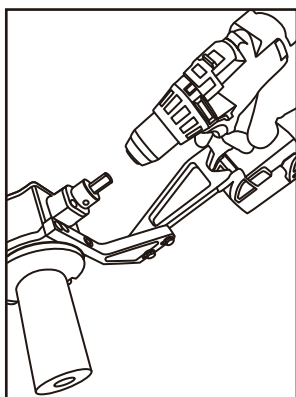

Fig. 1
1. Afloje el mandril del taladro manual para recibir el eje de entrada (3) del extractor.
2. Alinee el mango del taladro manual con el soporte de perforación ajustable (2) e instálelo en el adaptador del mandril del eje de entrada (3) y apriete el mandril del taladro (Fig. 1 y 2).
- ⚠ PRECAUCIÓN: Tenga cuidado al acoplar el motor de la broca para apretarlo en el adaptador del mandril del eje de entrada (3) de los extractores para no pellizcar sus dedos por el torque del taladro.**
3. Apriete los pernos en la guía de perforación ajustable (7) una vez que esté en contacto con la manija de perforación.
4. Fije la manija del taladro a la cuna de perforación ajustable (2) con la correa suministrada.
C. Al tirar desde un lado, enrolle la cuerda alrededor del cabrestante (1) por la parte superior, enrolle en el sentido de las agujas del reloj varias veces (Fig. 1) y coloque la broca de 18 voltios en REVERSA y utilice como la mayoría de los tiradores de alambre convencionales.